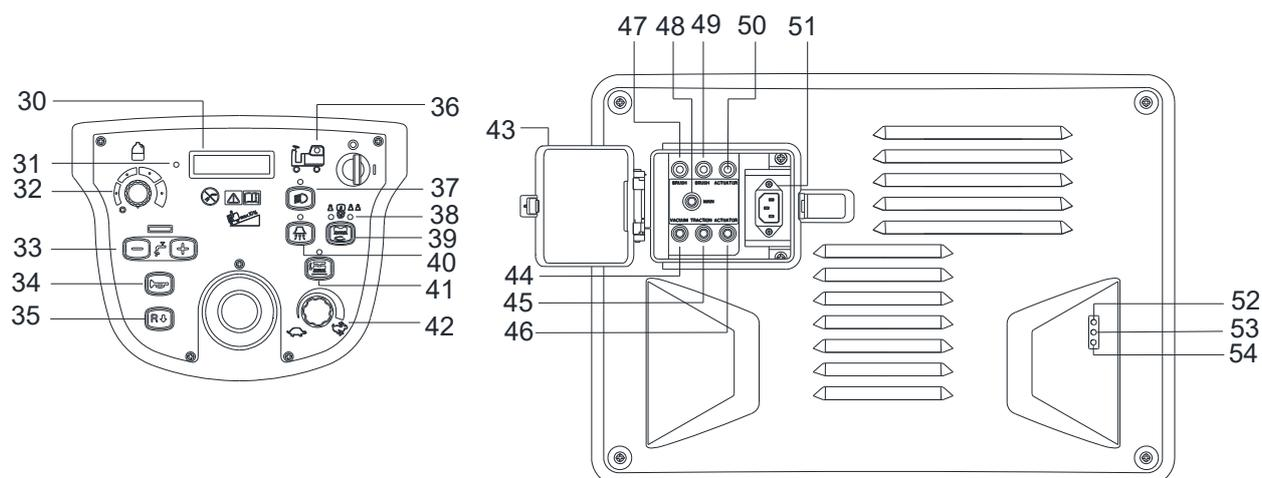

Рисунок 2
## ПАНЕЛЬ УПРАВЛЕНИЯ (как показано на Рисунок 2)
**ОКНО ПРОСМОТРА СВЕТОВОГО ИНДИКАТОРА ЗАРЯДНОГО УСТРОЙСТВА (как показано на Рисунок 2)**
1. В начале зарядки будет гореть красный индикатор (53).
2. После зарядки в течение некоторого времени, красный светодиод (53) на зарядном устройстве выключается, желтый светодиод (52) включается, это второй этап зарядки.
3. После завершения зарядки желтый светодиод (52) гаснет, зеленый светодиод (51) загорается, показывая, что аккумулятор полностью заряжен.